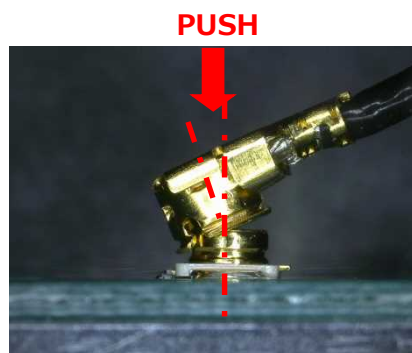

Fig.7
- ・必ずケーブル側コネクタが基板と平行になるようにセットしてください。Fig.7 のように曲がったまま嵌合するとコネクタの破損の原因となります。